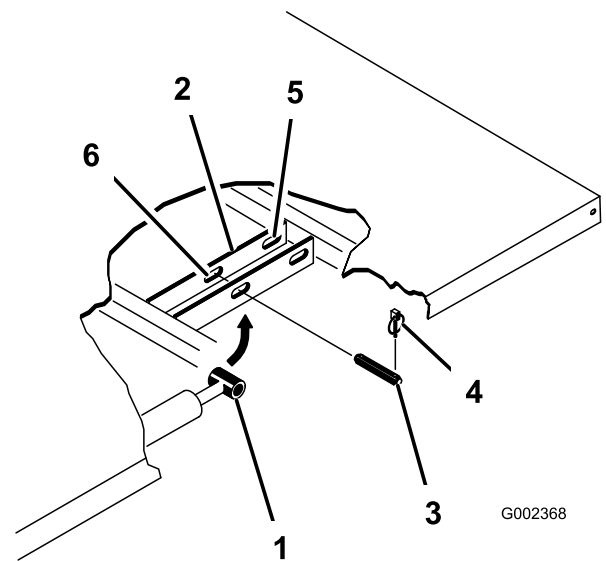

Figura 42
4. Rimuovete gli acciarini dalle estremità esterne dei perni con testa dell'asta del cilindro (Figura 42).
5. Rimuovete i perni con testa che fissano le estremità dell'asta del cilindro alle piastre di fissaggio del pianale, premendoli verso l'interno (Figura 42).
6. Rimuovete gli acciarini ed i perni con testa che fissano le staffe orientabili ai profilati del telaio (Figura 42).